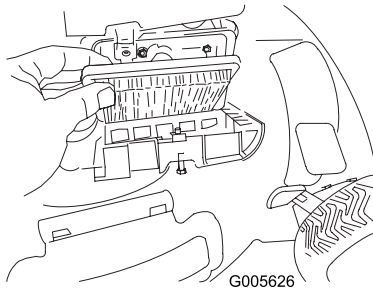

Bild 30
2. Tauschen Sie den Luftfilter aus (Bild 30).